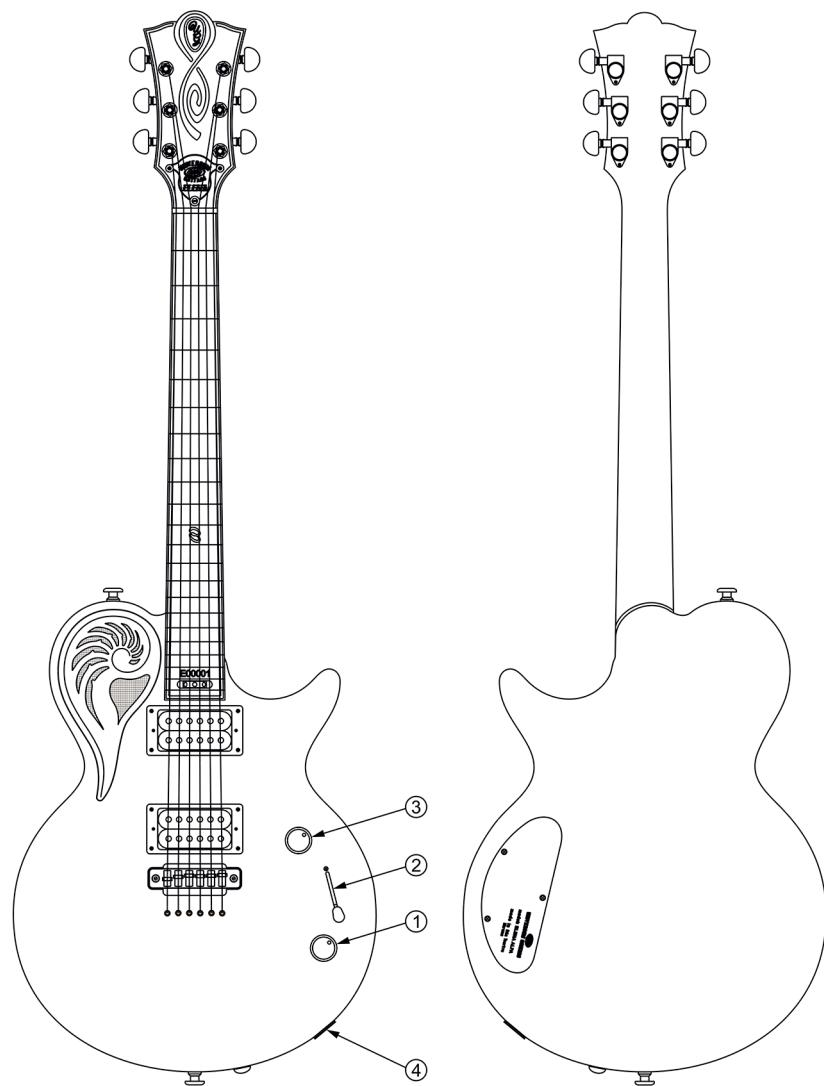

Fig. 21
- Prise de sortie électromagnétique (Fig. 21 position 4).
- 1) Bras du potentiomètre de réglage de la tonalité (Fig. 21 position 1) avec commutateur à deux directions de type «Push-Pull». Le commutateur coupe un bobinage dans chaque lecteur électromagnétique.
- 2) Bras du commutateur-sélecteur à trois positions (Fig. 21 position 2): inverse la combinaison de commutation des lecteurs électromagnétiques.
- 3) Bras du potentiomètre de réglage du volume de la guitare électrique (Fig. 21 position 3).